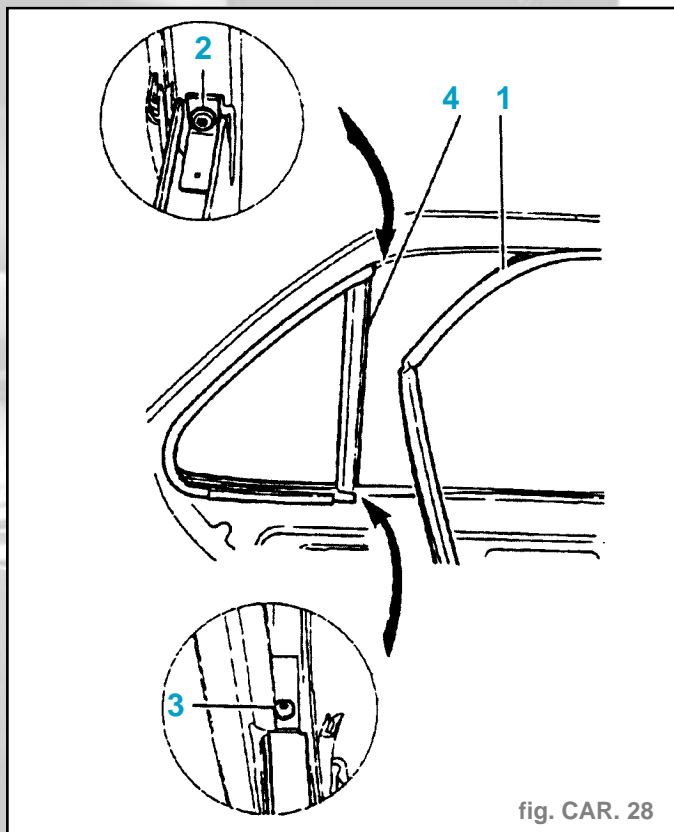

fig. CAR. 28
- Dégager partiellement la coulisse supérieure (1) (fig. CAR. 28).
- la vis (2),
- la vis (3).
- Dégager le support de coulisse (4) du panneau intérieur.